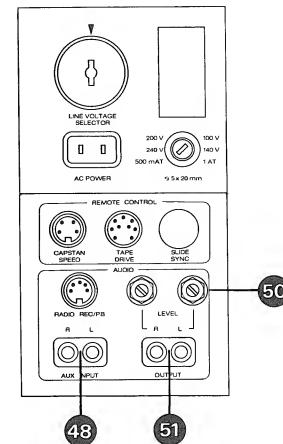

Fig. 9.8.
- NF-Millivoltmeter an Ausgang OUTPUT (51) (Fig. 9.8.) anschliessen (Regler LEVEL (50) voll geöffnet).
- NF-Generator an Anschluss AUX INPUT (48) parallel anschliessen. Generatorpegel bei 1000 Hz so einstellen, dass das NF-Millivoltmeter eine Spannung von 0,775 V anzeigt. Für diese Spannung wird ein Eingangspegel von ca. 20 mV benötigt.
- Connect audio millivoltmeter to OUT-PUT (51) (fig. 9.8.) and turn LEVEL control (50) to its clockwise end position.
- Connect audio generator in parallel to INPUT (48). Select 1000 Hz and adjust generator level to obtain a reading of 0.775 V on the audio millivoltmeter. The input level required for this measurement will be 20 mV approximately.
- Raccordez un millivoltmètre BF à la sortie OUTPUT (51) (fig. 9.8.). Ouvrez les potentiomètres LEVEL (50) au maximum.
- Raccordez parallèlement aux entrées AUX INPUT (48) un générateur BF. Réglez la fréquence sur 1000 Hz et le niveau de façon à obtenir 0,775 V au voltmètre. Ce niveau sera d'environ 20 mV.